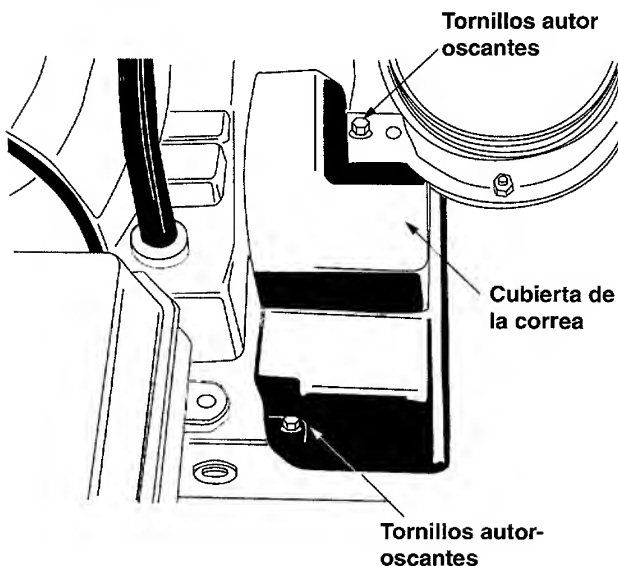

Figura 23
- Extraiga la cubierta plástica de la correa en la parte delantera del motor extrayendo los dos tornillos autoroscantes. Vea la figura 23.